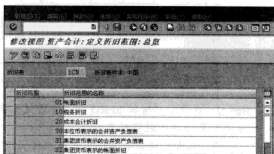

图 10-54 “修改视图 资产会计：定义折旧范围：总览”界面
STEP 2 弹出“修改视图 资产会计: 定义折旧范围: 总览”界面, 从中可以针对之前定义的折旧表进行折旧范围的修改, 如图 10-54 所示。